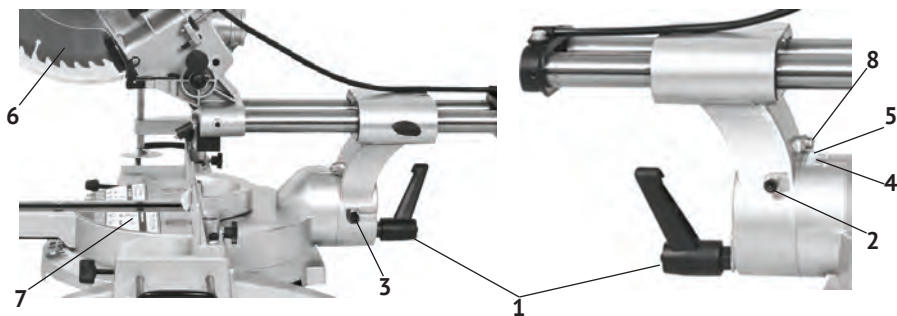

рис.3
- для установки угла наклона необходимо: ослабить стопорный винт (рис.3 поз.1), установить необходимый угол распила по шкале (рис.3 поз.4), поворачивая режущий блок за рукоятку пилы, и надёжно зафиксировать стопорный винт.
- установить рабочий стол (рис.3 поз.7) в нулевое положение;
- ослабить контргайку винта (рис.3 поз.2);
- установить транспортир (электронный угломер), измеряющий угол между плоскостью рабочего стола (рис.3 поз.7) и пильного диска (рис.3 поз.6);
- шестигранным ключом из комплекта поставки поворачивать винт (рис.3 поз.2) до точной установки угла 90° между диском и рабочим столом;
После установки точного положения угла, проверить положение стрелки-указателя (рис.3 поз.5) на шкале (рис.3 поз.4). При несовпадении с нулевым положением, ослабив винт крепления стрелки (рис.3 поз.8), откорректировать её положение и зафиксировать винтом.
- ослабить контргайку винта (рис.3 поз.3);
- шестигранным ключом из комплекта поставки поворачивать винт (рис.3 поз.3) до точной установки угла 45° (влево) между диском и рабочим столом;